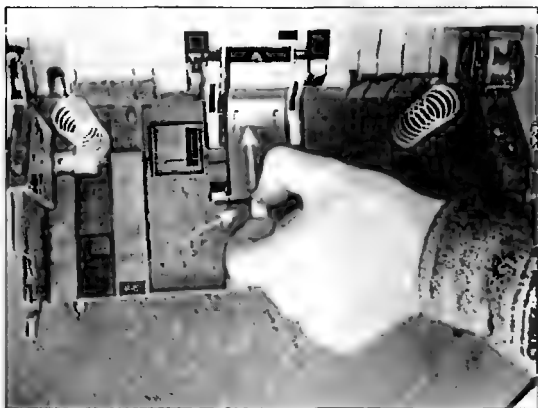

Рис. 6.36
- Сжимают защелку и снимают площадку движением на себя (рис. 6.36).